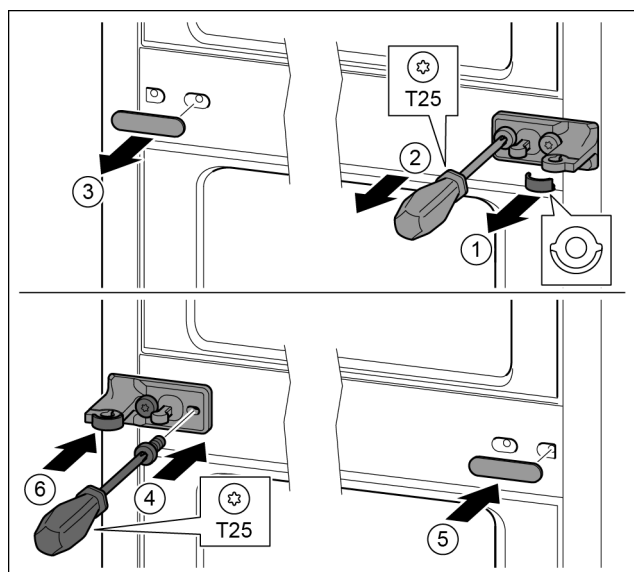

Fig. 27
- ▶ Schijf eraf trekken. Fig. 27 (1)
- ▶ Schroeven met schroevendraaier T25 eruit draaien. Fig. 27 (2)
- ▶ Afdekking voorzichtig eraf trekken. Fig. 27 (3)
- ▶ Lagerbus met folie 180° gedraaid op de andere kant bevestigen. Fig. 27 (4)
- ▶ Afdekking 180° gedraaid op de andere kant aanbrengen. Fig. 27 (5)
- ▶ Schijf vanaf de voorkant erop schuiven. Fig. 27 (6)